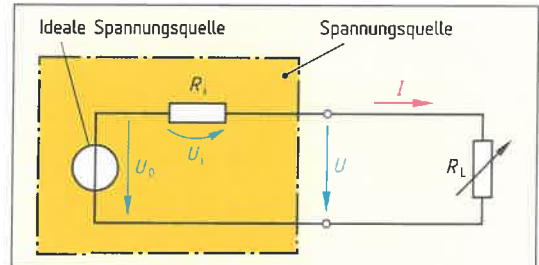

Bild 2: Ersatzschaltbild einer Spannungsquelle
1. Welche Aussage kann man im **Bild 2** über die Größe der Klemmenspannung U im Vergleich zur Quellenspannung U_0 treffen? Ergänzen Sie das zutreffende Zeichen (gleich, kleiner, größer).
2. Bei Belastung einer Spannungsquelle treten im Innern immer Wärmeverluste auf. Im Ersatzschaltbild einer Spannungsquelle (**Bild 2**) zeichnet man deshalb ein zusätzliches Bauelement. Benennen Sie dieses Bauelement und geben Sie dessen Kurzzeichen an.